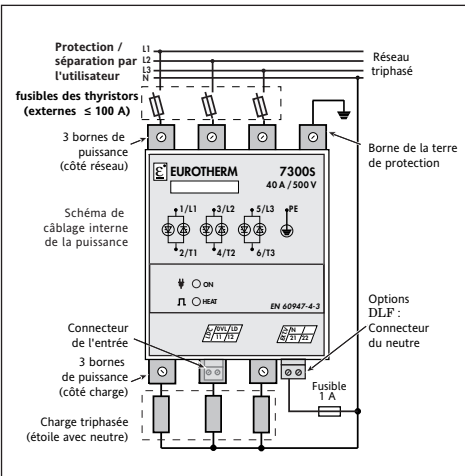

Figure 2-9 Branchement de charge triphasée en Étoile Avec Neutre (4S)
- étoile avec neutre (4 fils de raccordement, code 4S), figure 2-9